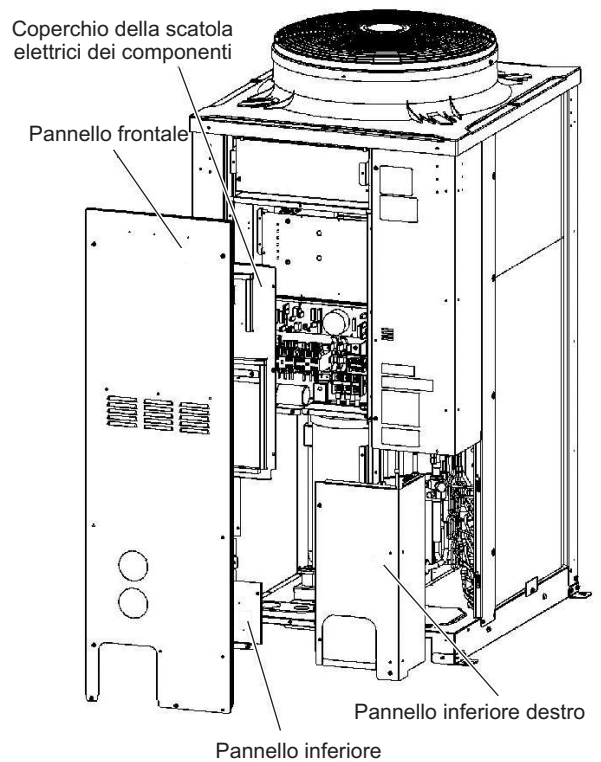

Fig. 30
- (1) Seguire la medesima procedura della rimozione dei pannelli e rimuovere il pannello frontale, quello inferiore destro ed il coperchio della scatola dei componenti elettrici. (Fig. 30)
- (2) Seguire la procedura di lavoro del refrigerante e recuperare il refrigerante.
- (3) Togliere il coperchio del ventilatore (2 viti) e la scatola dei componenti elettrici (2 viti). (Fig. 30)